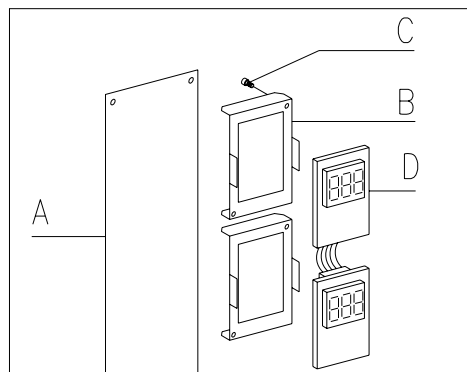

FIG. 17
8.11 SUSTITUCIÓN DEL VISUALIZADOR FIG. 17